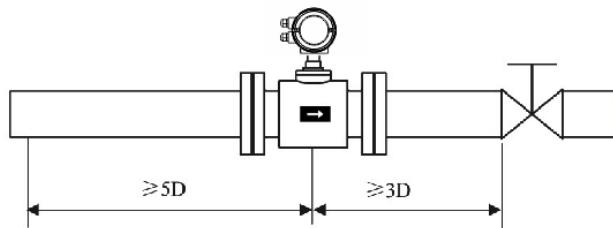
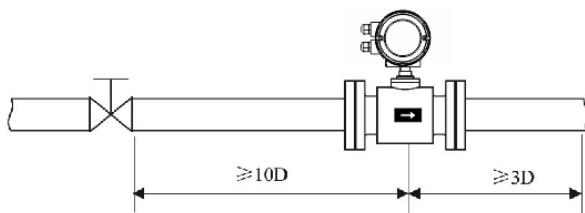
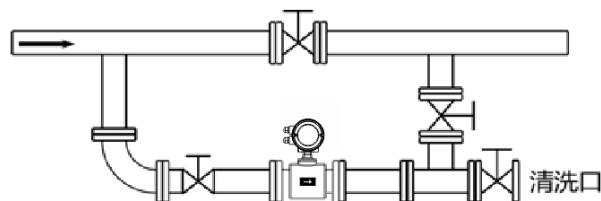

图 8
图 9
图 10
(1) 位置
(2) 避免磁场干扰
(3) 直管段长度
- 为确保流量计的测量精度，建议应保证传感器上游直管段长度至少应为 5 倍管径(5D)，下游直管段长度至少应为 3 倍管径(3D)。(参见图 8、图 9)
(4) 维修空间
(5) 对工艺上不允许流量中断的管道
- 在安装电磁流量计时应加设旁路通管和清洗口，如图 10 所示，这种装置可在流量计退出使用的情况下，保证设备系统连续工作。